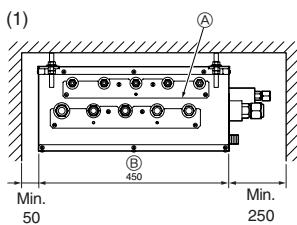

Fig. 4-4
#### (1) Vooraanzicht (Fig. 4-4)